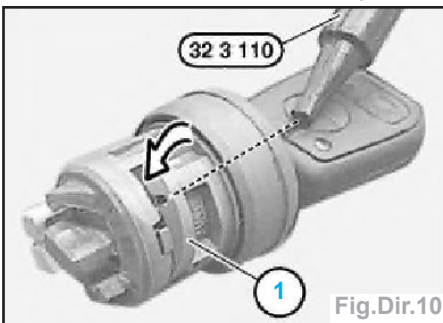

Fig.Dir.10
Nota : l'outil 32 3 110 déverrouille le verrou (1) et libère le barillet. Tourner éventuellement l'outil dans l'orifice (Fig.Dir.10).